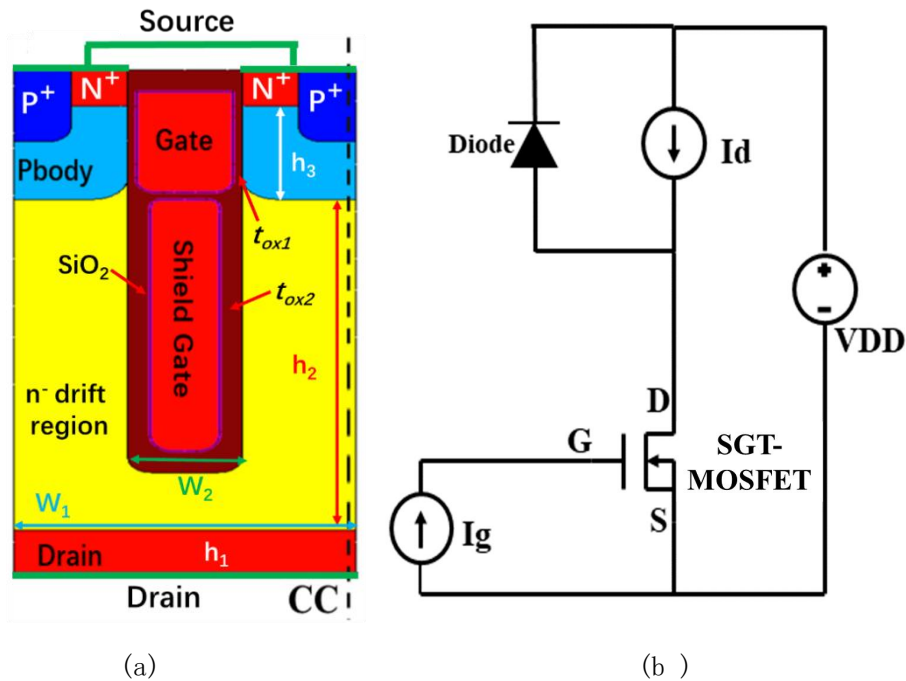

图 1：屏蔽栅沟槽 MOSFET (a) 二维结构图，(b) 栅电荷测试电路图
在硅衬底上设计并实现屏蔽栅沟槽 MOSFET（SGT-MOSFET），器件二维结构图可参考图 1，器件部分参数信息在表 1 中给出。请完成下述任务 1~任务 5。
任务1：根据图1(a)，设计并逐步写出该SGT-MOSFET的完整工艺制备流程。
(1) 将仿真得到的器件转移特性曲线 $I_{ds}-V_{gs}$ 和输出特性曲线 $I_{ds}-V_{ds}$ ，以图片格式导出，并根据仿真曲线抽取、计算或标识，得出导通电阻 R_{dson} 。图片、 R_{dson} 得到过程及最终数值一并保存于WORD答卷文档。(15分)
(2) 将仿真得到的器件电容特性曲线 $C_{gs}-V_{ds}$ 、 $C_{gd}-V_{ds}$ 、 $C_{ds}-V_{ds}$ ，以图片格式导出，保存于WORD答卷文档。(15分)
(3) 根据图1(b)所示栅电荷 Q_g 测试电路(其中 I_d 和 V_{DD} 为恒定电流源和电压源， I_g 为脉冲电流源)，仿真所设计SGT-MOSFET器件的源漏电压 V_{ds} 、源漏电流 I_{ds} 及栅电压 V_{gs} 随时间变化特性，将所得三个特性曲线以图片格式导出并保存于WORD答卷文档。写出FOM定义式，计算所设计器件的导通电荷 Q_g 及FOM值，保存于WORD答卷文档。说明：仿真得到的FOM值大小将对得分有影响。(20分)